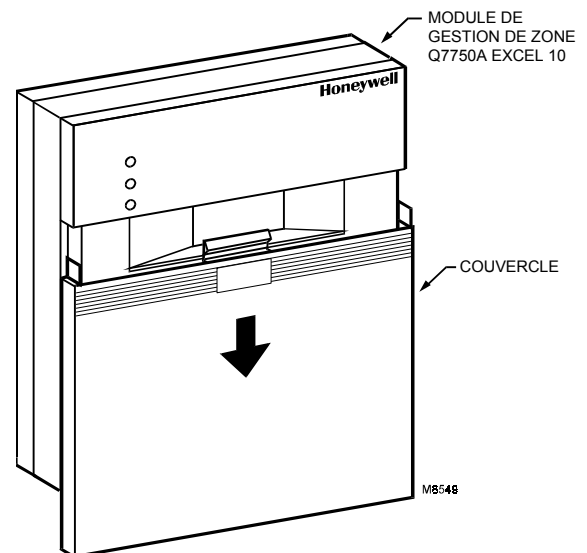

Fig. 1. Ouvrir le couvercle.
1. Retirer le couvercle du module Q7750A en appuyant au milieu de la partie striée et vers le bas. Voir Fig. 1.